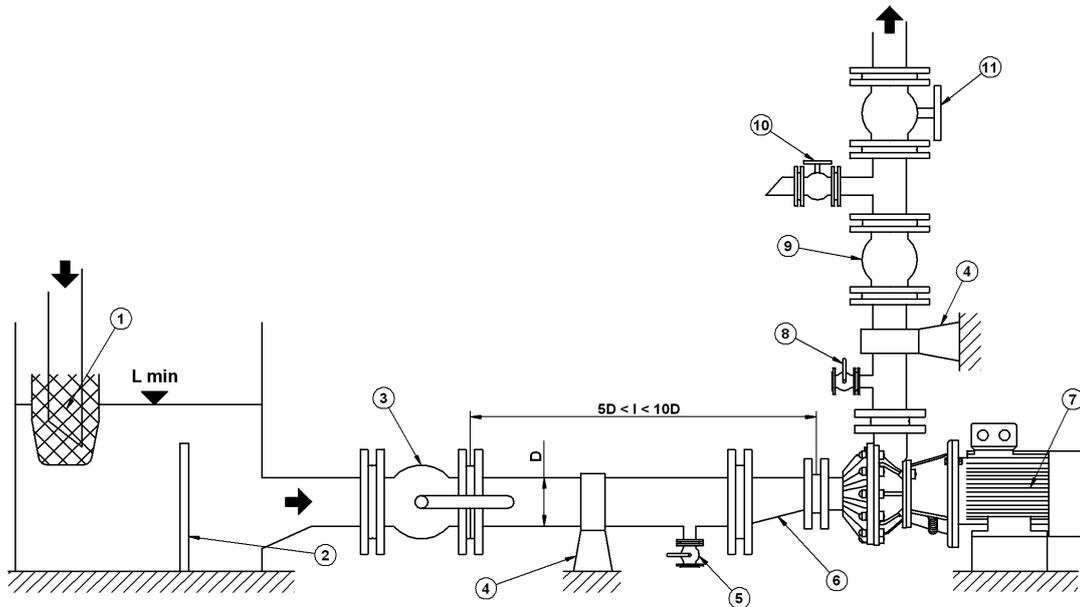

Fig. 1
- tubazioni dell'impianto adeguatamente staffate e supportate per non gravare sulla pompa (4 in fig. 1);
- the plant pipes, adequately fastened with brackets and supported, to avoid stress to the pump (4 in fig. 1);
9.6 Impianto (vedi fig. 1)
la pompa non deve mai girare a secco e il corpo della pompa, dopo il primo riempimento (vedi 9.4), **deve rimanere sempre completamente pieno di liquido**: pertanto è indispensabile installare un valido controllo del livello minimo del liquido nel bacino tale da impedire l'ingresso di aria all'aspirazione della pompa e tale da mantenere sempre il corpo della pompa completamente pieno di liquido (vedi fig. 1).
Plant (ref to fig. 1)
the pump must never work in dry conditions and the pump casing – after initial filling (ref. to 9.4), must be kept completely full with liquid at all times: therefore, it is indispensable to install an efficient control of the liquid minimum level in the tank, that prevents input of air from the pump suction and ensuring that the pump is always filled-up with liquid (ref to fig. 1).
- **La saracinesca (3 in fig.1), in aspirazione dal bacino, deve essere completamente aperta** mentre l'eventuale valvola di sfogo dell'aria (8 in fig.1), dopo il completo adescamento della pompa, e la valvola di drenaggio (5 in fig.1) devono essere chiuse.
- La valvola di regolazione dell'impianto (11 in fig.1), in mandata della pompa, deve risultare parzialmente, ma mai completamente, chiusa.
- **The on-off valve (3 in fig.1), in suction from the tank, must be completely open**, while the air discharge valve (8 in fig. 1) after complete priming - if applicable - and the draining valve (5 in fig.1) must be closed.
- The control valve (11 in fig.1), in delivery to the pump, must be partially – but never completely – closed.